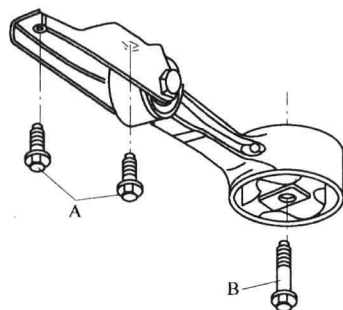

图 1-8 稳定杆的支撑杆
14) 稳定杆的支撑杆的结构如图 1-8 所示, 拧紧力矩 $A = 30\text{N} \cdot \text{m} + \text{继续转动 } 90^\circ (1/4 \text{ 圈})$; $B = 40\text{N} \cdot \text{m} + \text{继续转动 } 90^\circ (1/4 \text{ 圈})$ 。